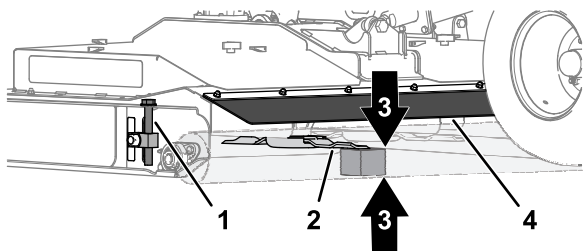

Figure 74
- À l'arrière du plateau de coupe, soulevez le déflecteur arrière et alignez le bloc de bois de 51 mm entre l'extrémité arrière de la lame centrale et le sol (Figure 74).